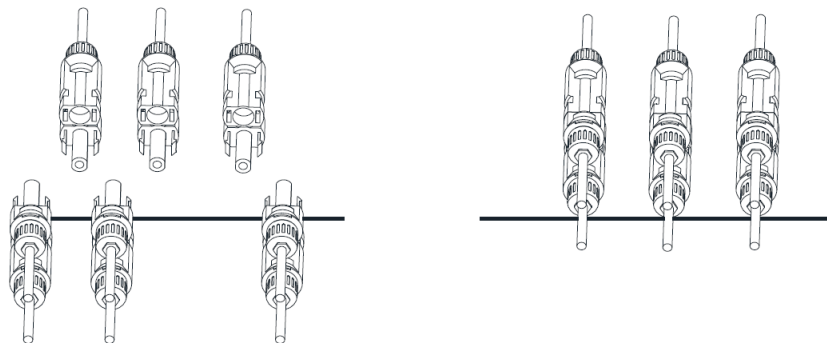

Рис. 3.6 Підключення постійного струму
5. Закріпіть клему зовнішньою кришкою. (як показано на рис. 3.6)